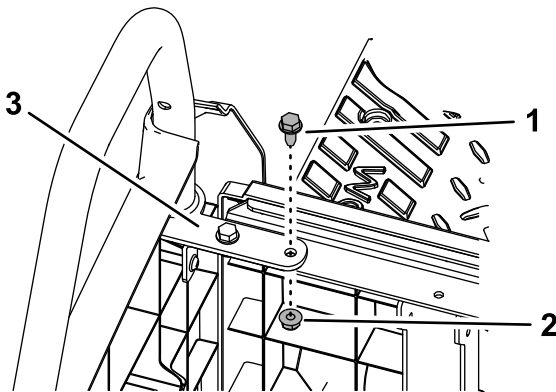

图3
3. 从左、右臀部固定支架上卸下内螺栓5/16 x 3/4 英寸和螺母5/16 英寸图3。